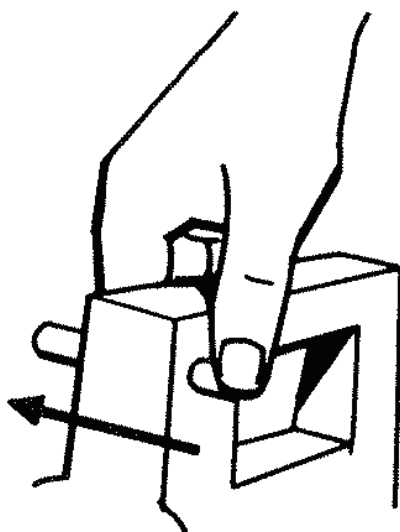

Fig 2
1. Asegúrese de que el disparador esté bloqueado presionando el botón de bloqueo que se encuentra frente al disparador al lado derecho ( Ver Fig 2 ) Esto impedirá el bombeo accidental de insecticida en el serpentín.